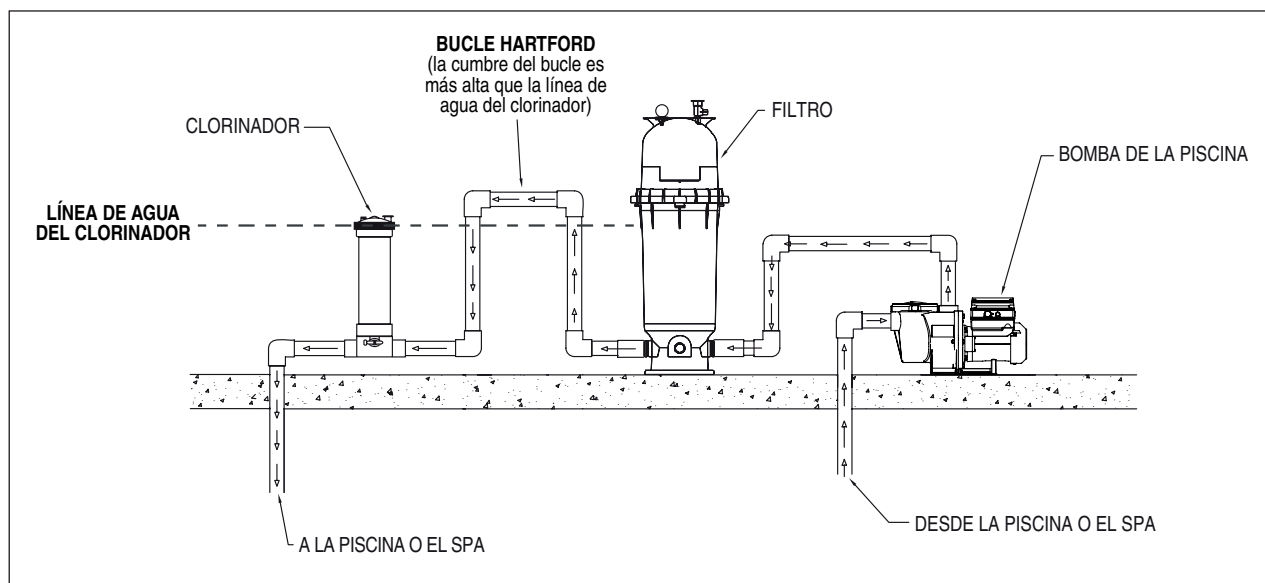

Figura 3: Ejemplo de instalación de un bucle Hartford
1. Se puede instalar un bucle Hartford en el sistema de tuberías. Un bucle Hartford es una pequeña sección de tubería que se construye por encima del punto más alto de la línea del agua del sistema. Este bucle provoca que el agua se dirija al regulador y evita que el agua vuelva a drenar hacia el filtro y la bomba. Ver **Figura 3** a continuación para obtener un ejemplo de esta instalación.